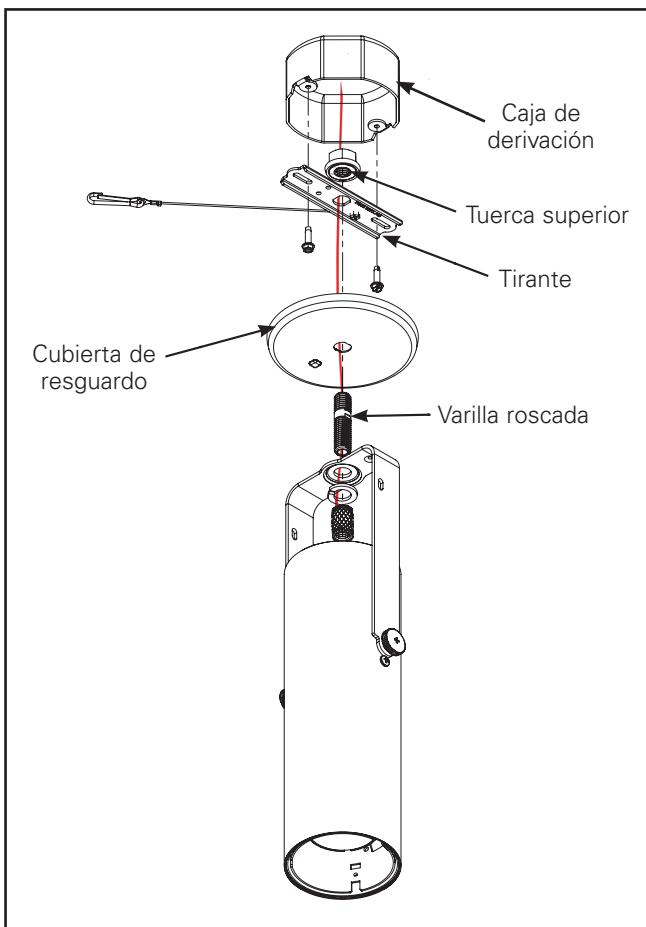

Figura 3
2. La varilla rosada debe instalarse en el tirante de montaje cuando se recibe con los cables que salen por la tuerca superior. (Figura 3)